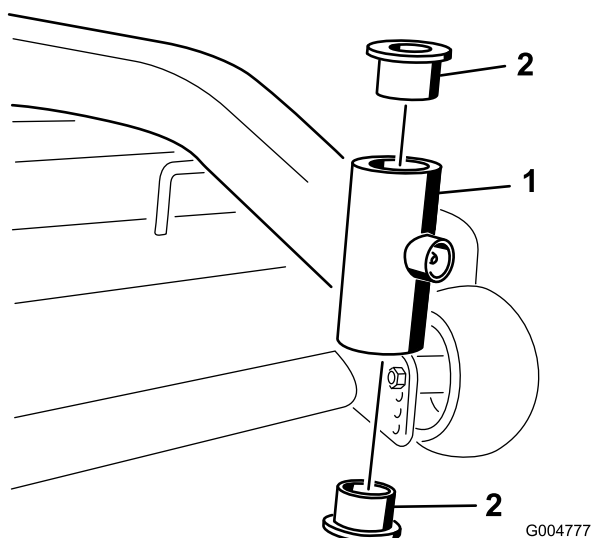

Figure 58
4. Insérez un chasse-goupille dans le tube de montage et chassez les bagues avec précaution (Figure 58). Nettoyez l'intérieur du tube de montage.